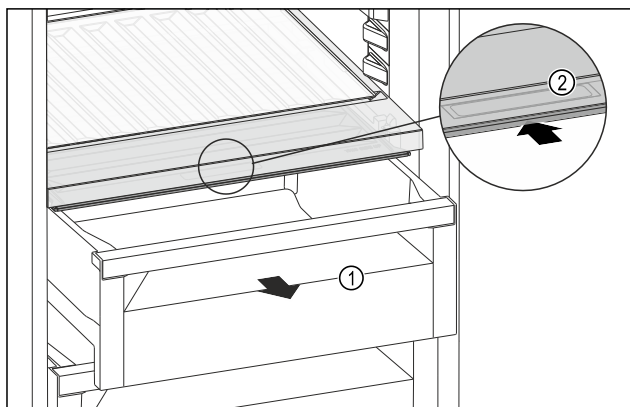

Fig. 118
- Zásuvku Fig. 118 (1) vytáhněte.
- Uchopte prohlubeň pro rukojeť Fig. 118 (2) na víku zásuvky a současně zasuněte víko zásuvky směrem dozadu.